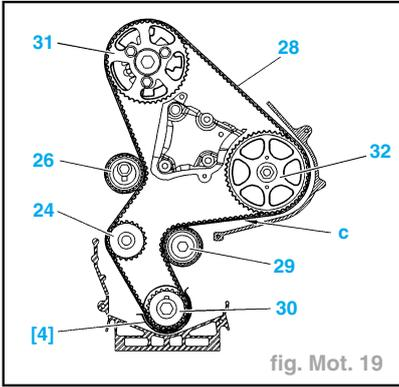
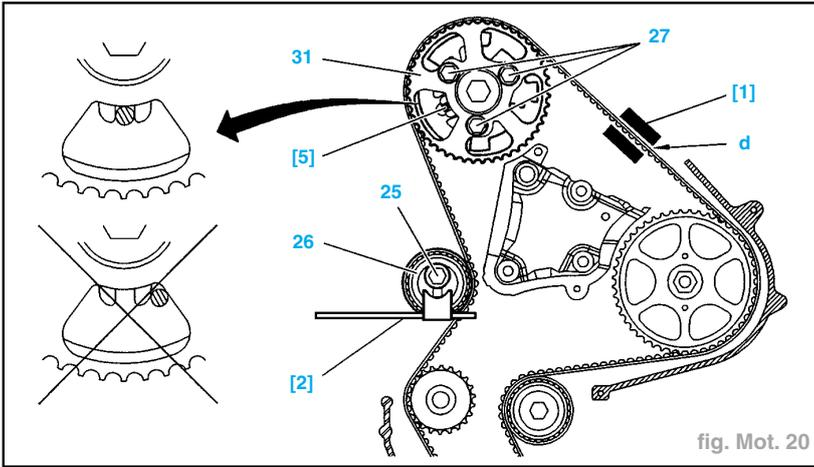

fig. Mot. 19
fig. Mot. 20
- Replacer la courroie de distribution, brin "c" bien tendu, dans l'ordre suivant (fig. Mot. 19) :
- galet enrouleur (29),
- pignon de pompe haute pression carburant (32),
- pignon d'arbre à cames (31),
- pignon de pompe à eau (24),
- galet tendeur (26).
- Nota** : Au besoin, tourner légèrement le pignon (31) dans le sens anti-horaire (le décalage ne doit pas être supérieur à une dent).
- Mettre en place l'outil sur le brin "d" (appareil de mesure des tensions de courroies ; SEEM CTG 105-5M) (fig. Mot. 20).